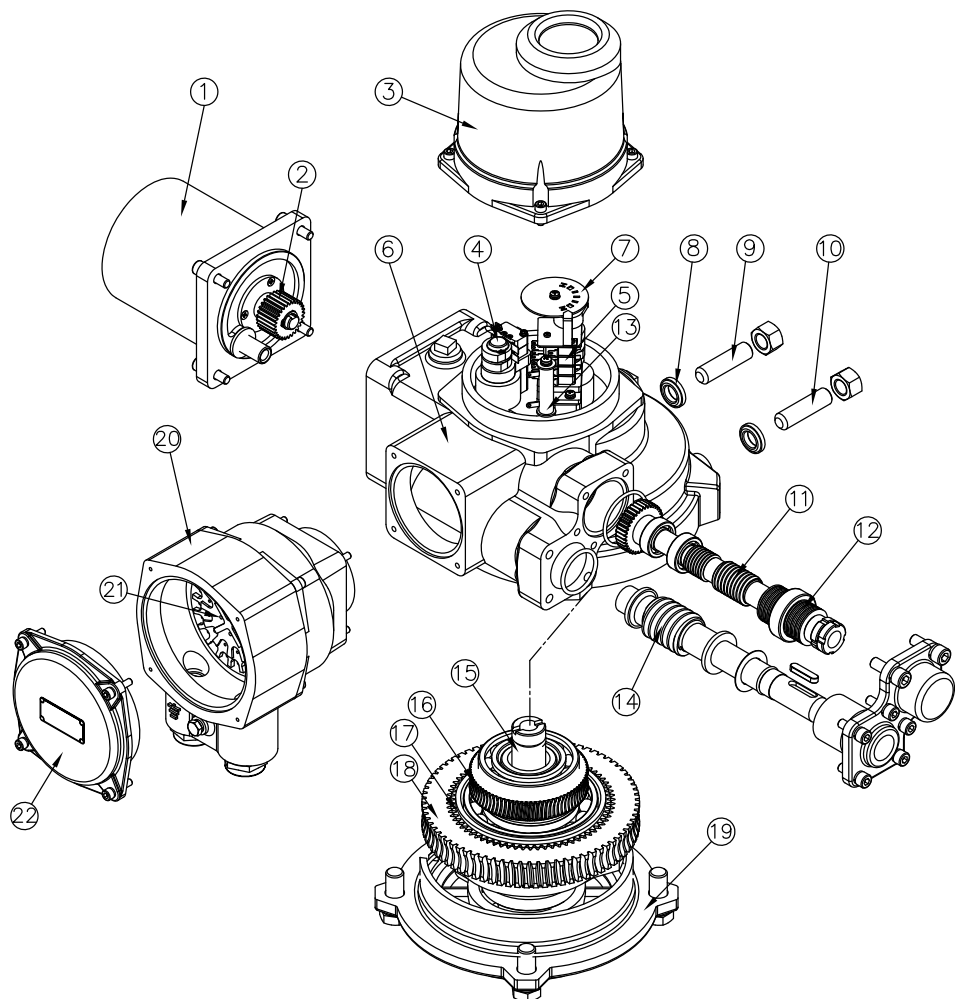
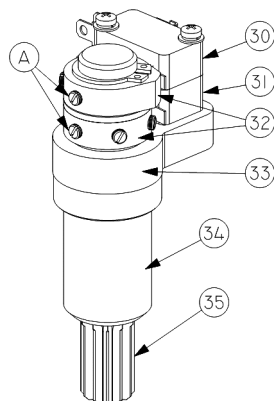

Рис.1 Электропривод ГЗ-ОФВ
Рис.3 Двухсторонняя муфта ограничения крутящего момента
Электропривод состоит из следующих узлов и деталей (рис. 1): электродвигателя (1), взрывозащищенной клеммной коробки (20-22), силового редуктора, в состав которого входит: червячный редуктор (11,16), червячный редуктор маховика ручного дублера (14,18) и автоматическая муфта сцепления с планетарной передачей (17), двухсторонней муфты ограничения крутящего момента (моментной муфты) (4), ограничителя хода выходного вала (5), индикатора положения затвора арматуры (7), выходного вала (15), механических упоров открытия и закрытия (9,10) и корпусных деталей.
При достижении предварительно установленной величины крутящего момента в положении ЗАКРЫТО или ОТКРЫТО, либо в случае аварийного заклинивания штока затвора арматуры в промежуточном положении, выходной вал (15) (рис.1) с червячным колесом (16) останавливается, а червячный вал (11), ввинчиваясь в венец червячного колеса (16), вследствие продолжающегося вращения ротора электродвигателя, начинает перемещаться в осевом направлении, сжимая тарельчатые пружины (12). Величина сжатия тарельчатых пружин определена настроенным крутящим моментом моментной муфты. Поступательное движение червячного вала (11) приводит к вращению вала моментной муфты (34) (рис.3). Кулачки (32), расположенные на валу моментной муфты, нажимают кнопки муфтовых микровыключателей (30, 31), размыкая цепь управления питанием электродвигателя электропривода.
Механические упоры (9,10) (рис. 1) применяются для первоначальной настройки конечных положений затвора арматуры ОТКРЫТО и ЗАКРЫТО при ручном управлении. Они также являются аварийной защитой, в случае отказа конечных и муфтовых микровыключателей, электродвигатель отключится блоком тепловой защиты БТ (рис. 4).